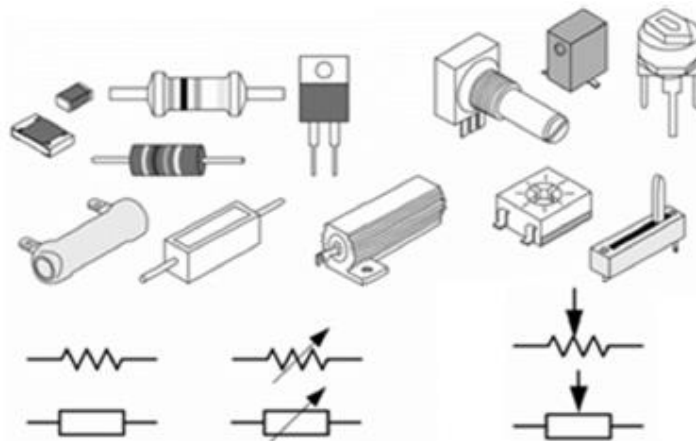

Figure I.2 : Différentes résistances avec leurs symboles.
- **Résistance :** La résistance (Résistor) est l'élément le plus simple, très utilisé en électronique. C'est un composant dit passif, il conduit l'électricité avec un effet résistif. La principale caractéristique d'une résistance est d'opposer la circulation du courant électrique. Il est bidirectionnel, il n'y a pas de sens obligatoire du passage du courant. La figure I.2 montre les formes et les types des résistances et leurs symboles respectifs.